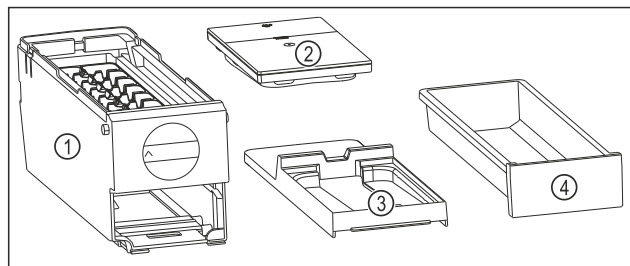

Fig. 79 Súčasť EasyTwist-Ice
- EasyTwist-Ice je rozložený na štyri časti. (pozri Fig. 79)
- Rozložte EasyTwist-Ice len na tie súčasti, ktoré sú na obrázku. (pozri Fig. 79)
- Korpus EasyTwist-Ice Fig. 79 (1) vyčistite ako celok.